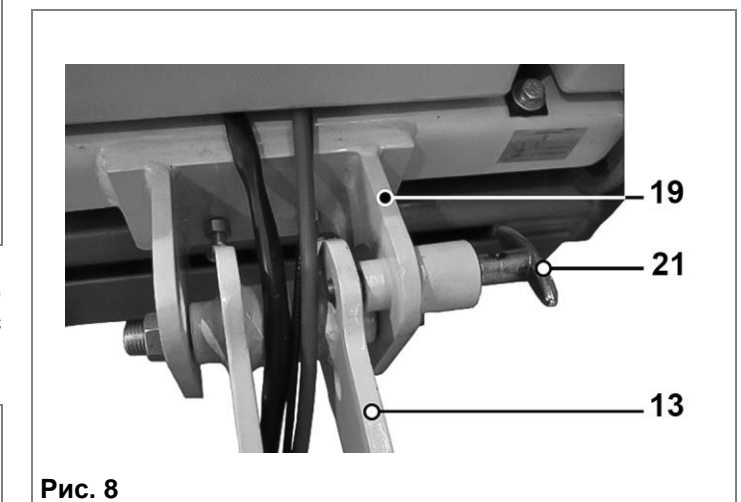

Рис. 8
7.2.1. Для установки рукоятки управления (11) в рабочее положение потяните фиксатор (21) от кронштейна (19)
рукоятки управления (11). Установите фиксатор (21) в отверстие (22) (Рис. 8, 9). Убедитесь что фиксатор (21) вошел в отверстие (22) полностью.